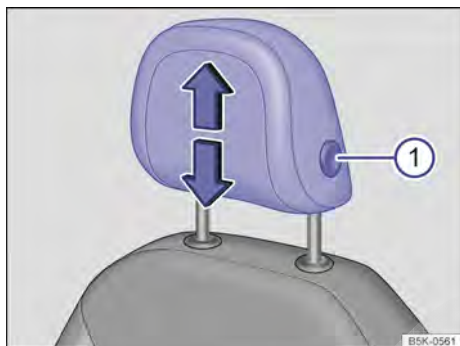

Fig. 38 Apoio para cabeça dianteiro: ajustar
- Empurrar o apoio para a cabeça para cima na direção da seta ou para baixo com o botão → Fig. 38 ① pressionado → ⚠️.
- Empurrar o apoio para cabeça para baixo com o botão → Fig. 38 ① pressionado.